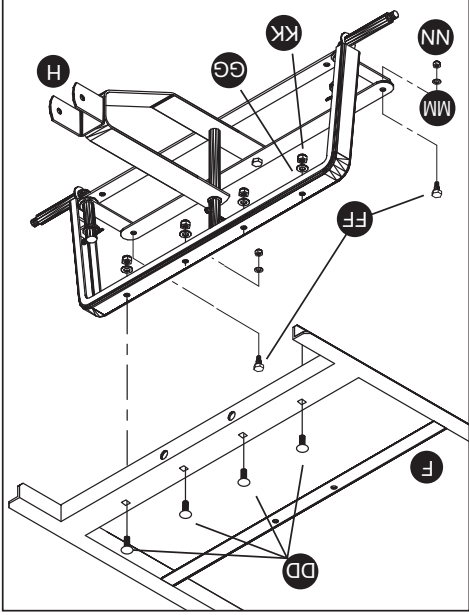

Fig. 1
Fije los extremos exteriores de la varilla de dirección con dos pernos de hombro M6 x 20 mm (FF), contratuercas M6 (MM) y arandelas (NN), como se muestra en la Fig. 1.